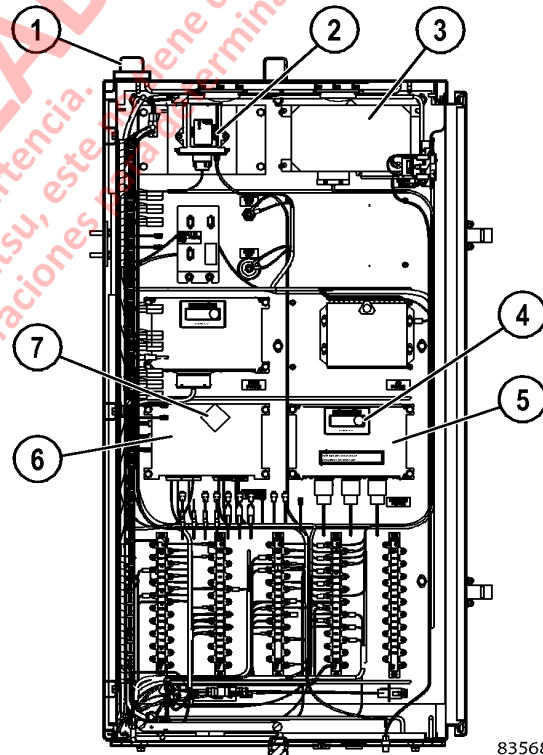
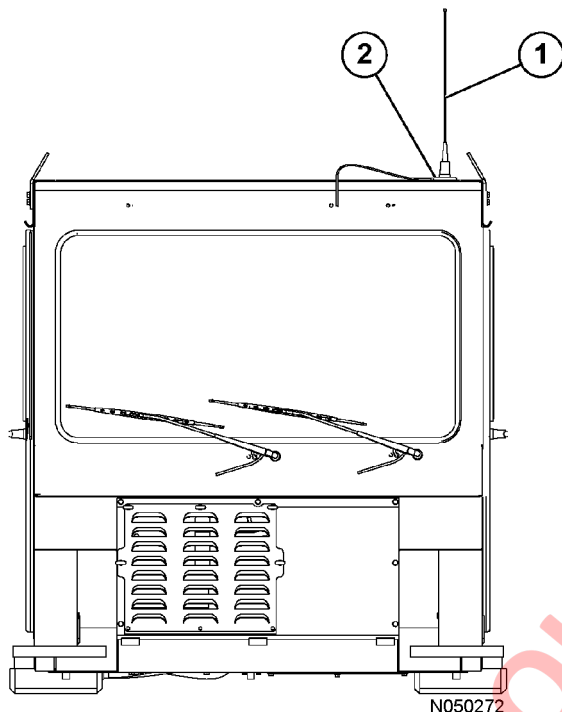

FIGURA 5-13. UBICACIÓN DE LOS COMPONENTES DE KOMTRAX PLUS
FIGURA 5-14. ANTENA ORBCOMM
Este sistema utiliza el controlador KOMTRAX Plus (conocido anteriormente como VHMS) (6, Figura 5-13) para recopilar información acerca de la operación del camión a través de sensores y otros controladores instalados en la máquina. La información almacenada en KOMTRAX Plus se recopila en un computador personal (PC) portátil o se transmite directamente por un satélite de comunicaciones (utilizando el controlador ORBCOMM). Luego, se compila la información en el servidor informático de Komatsu. Según esta información, el distribuidor de mantenimiento de Komatsu sugerirá mejoras y proporcionará información para reducir los costos de reparación de la maquinaria y su tiempo de inactividad.
El sistema KOMTRAX Plus se enciende con el interruptor de arranque del camión. Inmediatamente después de recibir una corriente de 24V desde el interruptor de arranque, el controlador KOMTRAX Plus comienza la secuencia de inicialización de encendido. Esta secuencia toma unos tres segundos, tiempo durante el cual los dígitos LED rojos (7, Figura 5-13) muestran una secuencia circular de segmentos LED parpadeantes.
El controlador Orbcomm (3, Figura 5-13) transmite información a través de la antena (1, Figura 5-14) montada en la parte superior de la cabina. El cable coaxial de la antena pasa por el interior de la cabina para protegerlo de daños. Si la antena o el cable coaxial están dañados, reemplace las piezas.
El módulo de interfaz (3, Figura 5-13) recibe información desde los sensores instalados en el camión y la envía al controlador KOMTRAX Plus. Hay una luz LED de color verde pequeña en la parte frontal del controlador. La luz debe estar parpadeando cuando el interruptor de arranque está encendido. Si la luz está continuamente encendida, significa que hay un problema en el controlador.
El puente inalámbrico Komatsu (2, Figura 5-13) permite transferir la información desde el controlador KOMTRAX Plus a un computador portátil con capacidad de red inalámbrica. La información que se descarga a través del KWB (puente inalámbrico Komatsu) es la misma información recopilada en el proceso de descarga manual desde el sistema KOMTRAX Plus. Las descargas se pueden realizar con el computador portátil ubicado tanto dentro o en un lugar cercano al camión detenido, incluso, se puede colocar cerca de la trayectoria de camiones en desplazamiento. La descarga completa lleva aproximadamente 10 segundos. Si solo se descarga una parte de la información mientras el camión pasa cerca de un PC portátil, los datos restantes acabarán de descargarse cuando se vuelva a realizar una descarga.